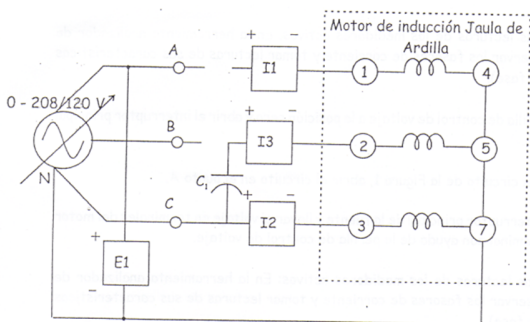

Figura 13. Motor de inducción trifásico jaula de ardilla funcionando como motor de inducción monofásico.
16. Montar el circuito de la Figura 13, seguir las recomendaciones del numeral uno del procedimiento.